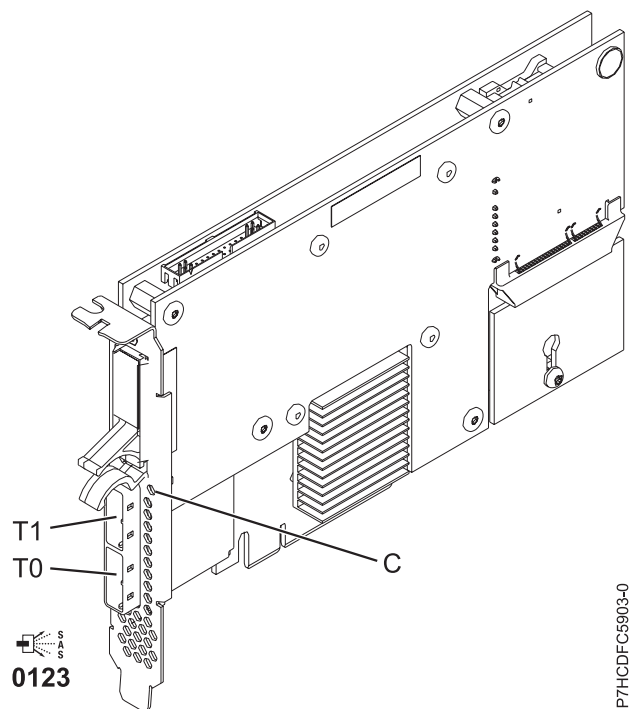

Figure 44. Carte SAS RAID PCIe double accès - x4 3 gigabits
L'adaptateur 5903 ou 5805 possède un voyant ((C) dans la figure 44, à la page 155) qui clignote si des données sont présentes en cache. Le voyant de présence de données en cache clignote lorsqu'il y a de possibles données présentes dans le cache de l'adaptateur. Si le voyant indiquant la présence de données
en cache clignote, ne remplacez pas le bloc de batteries de cache. S'il est remplacé pendant que le voyant clignote, les données en cache seront perdues. Voir la figure 44 pour localiser le voyant de présence de données en cache sur cet adaptateur.